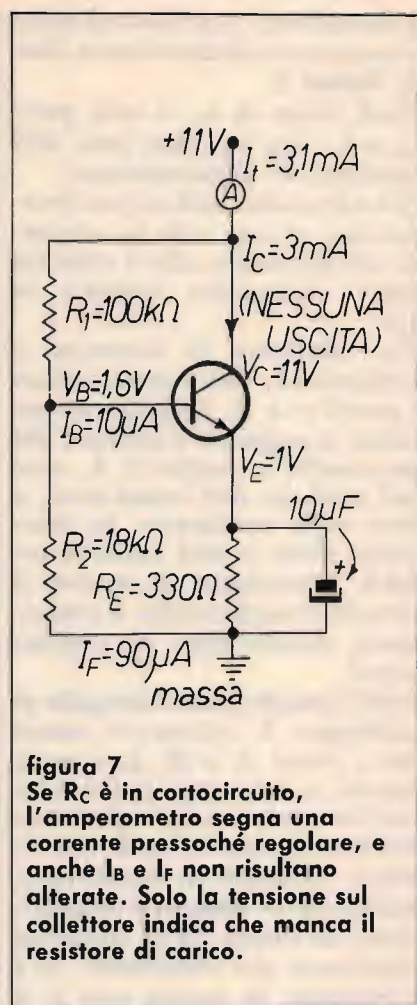

figura 7
b) Resistore R_C aperto, figura 7
Per terminare, vediamo che succede se il resistore di carico va in corto, **figura 7**.